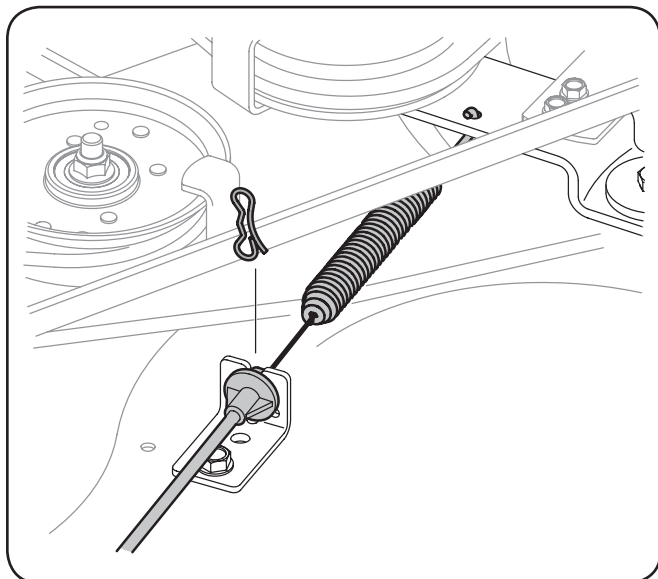

Figure 7-4
9. Retirez la goupille fendue qui retient le plateau de coupe et enlevez soigneusement le câble d'embrayage de l'arrière du plateau de coupe. Enlevez le ressort du support de la poulie de tension. Voir Figure 7-4.
- c. Installez le câble d'embrayage du plateau de coupe. Voir Figure 7-4.